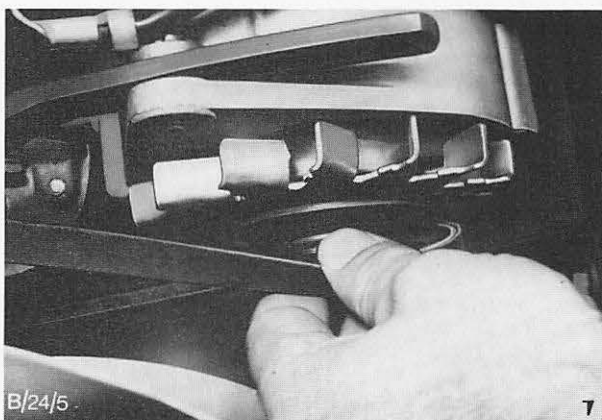

Abb. 11 Keilriemen abbauen
3. Befestigungsschrauben der Lichtmaschine lösen, Lichtmaschine zum Motor hin schwenken und Keilriemen durch Drehen der Lüfterflügel von der Riemenscheibe der Lichtmaschine abdrücken. Abb. 11.